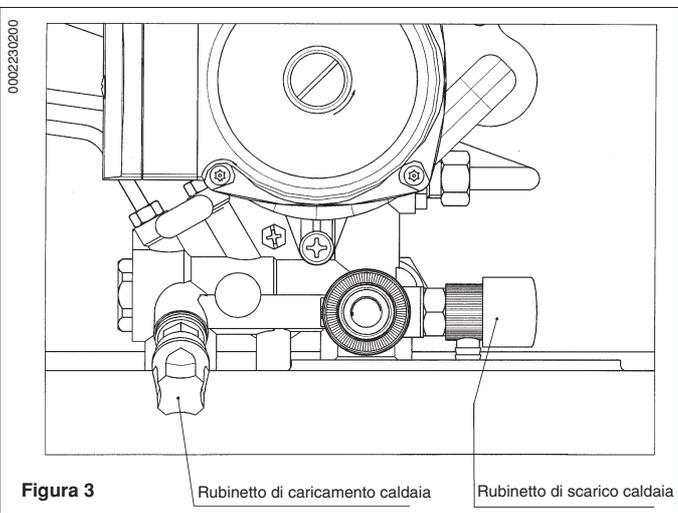

Figura 3 Rubinetto di caricamento caldaia Rubinetto di scarico caldaia
Importante: Verificare periodicamente che la pressione, letta sul manometro (14), ad impianto freddo, sia di 0,5 - 1 bar. In caso di sovrappressione agire sul rubinetto di scarico caldaia. Nel caso sia inferiore agire sul rubinetto di caricamento della caldaia (figura 3).